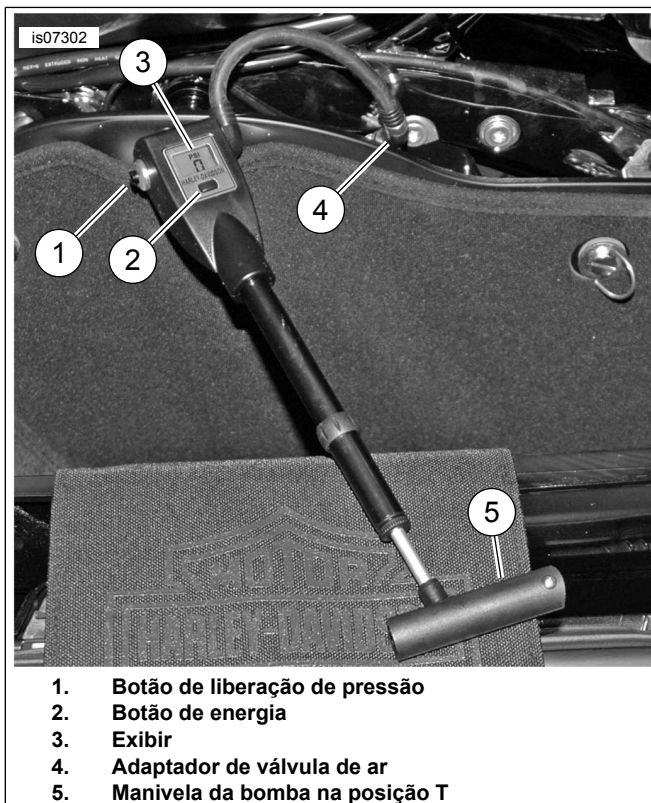

Figura 2. Bomba de Ar Digital da Suspensão Touring
- Veja Figura 2. Para ligar o display, pressione o botão de energia (2). Para desligar o display, pressione o botão de energia.
- A bomba exibirá a pressão em PSI ou KPa. Para trocar a unidade de medida, pressione o botão de energia (2) enquanto o display está ligado e mantenha-o pressionado por 5 segundos.
1. Remova a tampa da válvula de ar da suspensão a ar e conecte o adaptador da válvula de ar da bomba (4) à válvula de ar conforme mostrado em Figura 2.
2. Pressione o botão de energia (2) para ligar o display.
3. Para aumentar a pressão, puxe a manivela (5) para fora e gire a manivela para a posição T. Opere a manivela da bomba de ar até a pressão desejada para o sistema ser indicada no display (3).